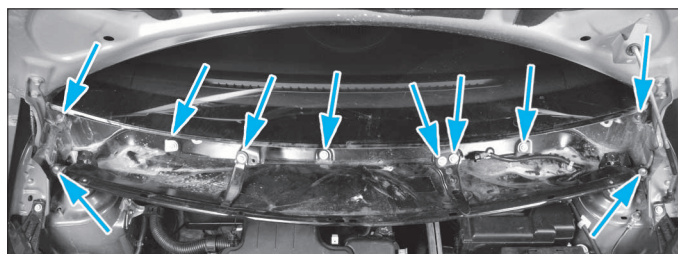

FIG. 10
- Déposer la tôle d'avant (10 vis) (fig. 10).